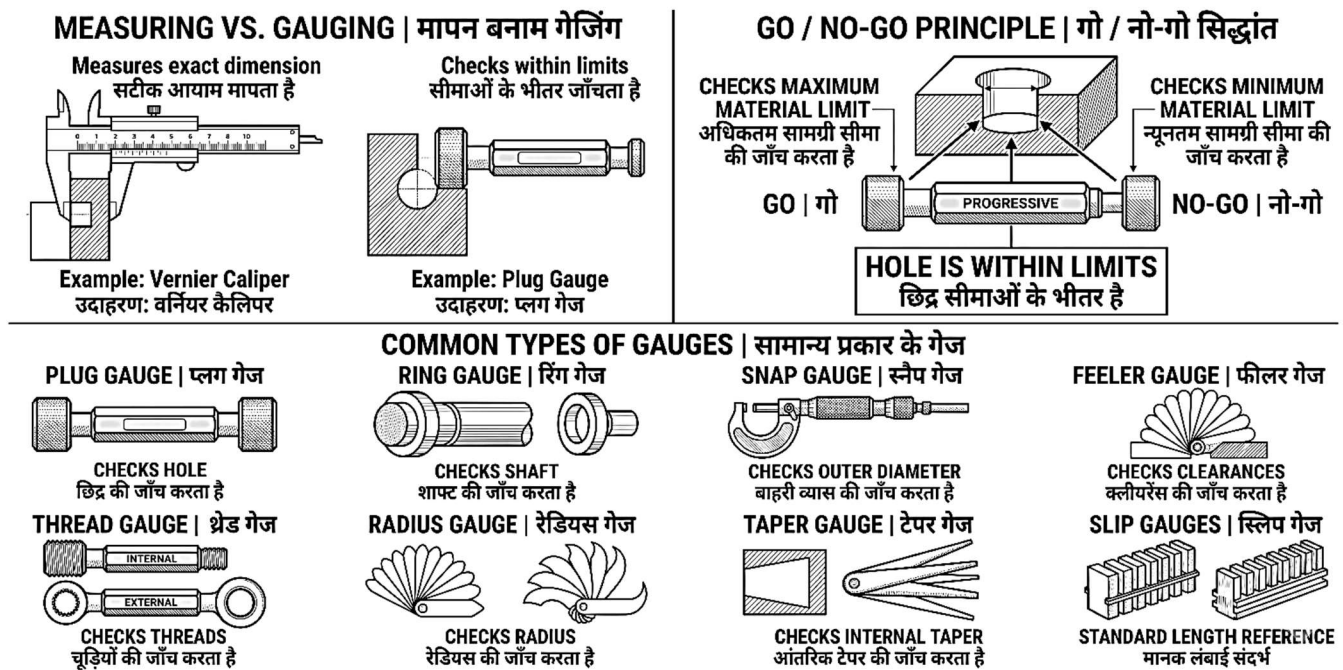

Fig. 2.5: Different Types of Gauges and Their Uses | विभिन्न प्रकार के गेज एवं उनके उपयोग
2.5.1 Introduction (Fig. 2.5)
2.5.1 परिचय (Fig. 2.5)